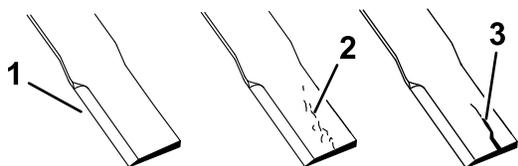

Рисунок 36
1. Осмотрите режущие кромки (Рисунок 36).
- В случае обнаружения любых трещин или признаков износа незамедлительно установите новый нож (Рисунок 36).